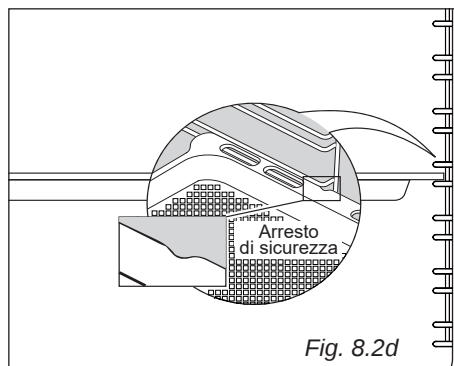

Fig. 8.2d
- Modelli con leccarda Air Fry:** La leccarda Air Fry va montata in modo che l'arresto di sicurezza, che ne evita l'estrazione accidentale, sia rivolto verso l'interno del forno (fig. 8.2d).
Models with Air Fry drip tray: the Air Fry drip tray must be fitted so that the safety stop, which prevents accidental extraction, faces the inside of the oven (figure 8.2d).